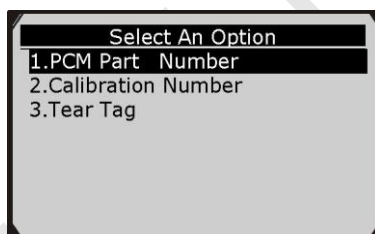

Рисунок 6-10
- 3) Чтобы позволить сканеру идентифицировать характеристики автомобиля, следуйте инструкциям на экране в меню **Select An Option [Выбор параметра]** и выберите один из трех параметров (**PCM Part Number [Номер силового агрегата]**, **Calibration Number [Номер калибровки]** или **Tear Tag [Номер талона]**) для ввода информации об автомобиле. См. рисунок 6-10.